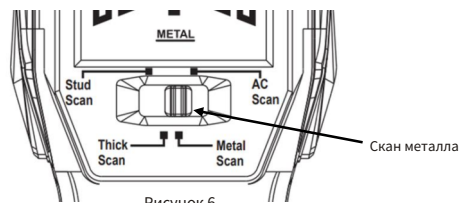

Рисунок 6
1) Выбрав режим обнаружения, переместите переключатель в положение «Сканирование металла» (рис. 6).